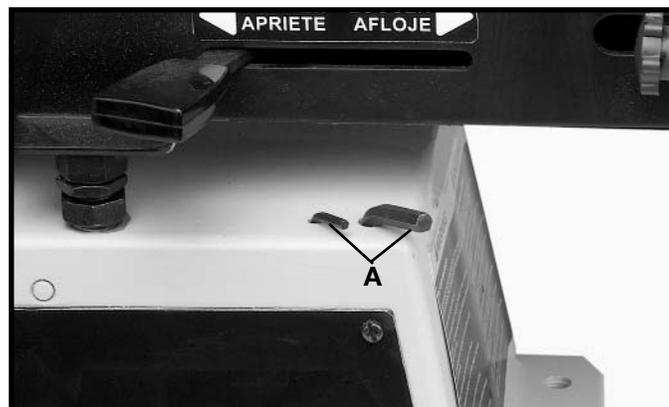

Fig. 39
Deux trous sont prévus dans la base en fonte et servent pour ranger les deux clés (A) fig. 39 fournies avec la ponceuse.